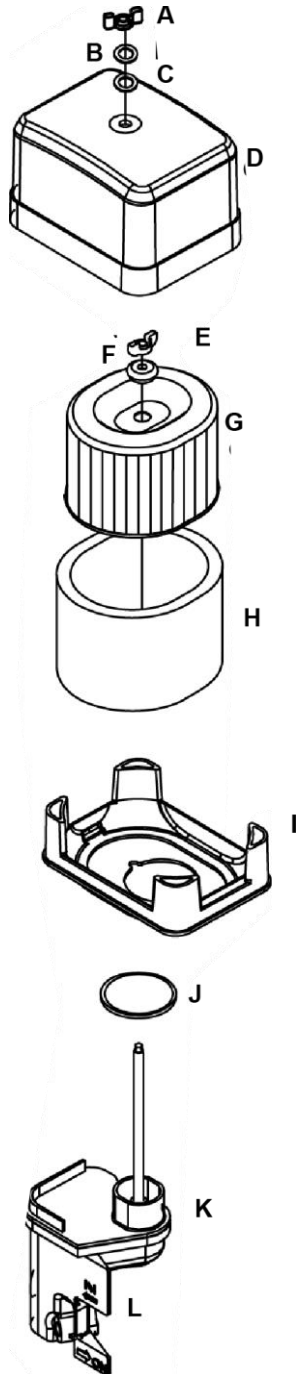

Fig 8
1. Afmonter fingermøtrikken (Fig 8.A), og fjern dæksel (Fig 8.D).
2. Afmonter møtrikken (Fig 8.E) og fjern pakning (Fig 8.E)
3. Rengør luftfilteret (Fig 8.G), inden det fjernes.
4. Tag forsigtigt luftfilteret (Fig 8.G) ud af skumelement (Fig 8.H),
6. undersøg og afvask skumelementet (Fig 8.H) på luftfilteret med benzin eller petroleum.
7. Vrid skumelementet (Fig 8.H), og lad det tørre. Derefter gennemvædes det i ny olie, og overskydende olie vrides ud.
8. Rens filter beholderen (Fig 8.I)
9. Skumelementet (Fig 8.H), luftfilteret (Fig 8.G) sættes igen og fastmonteres
Se fig.8., A-I
1. Placer filteret (Fig 8 G og H) i holderen (Fig 8.I). Isæt pakning (Fig 8.F) i filteret.
2. Fastgør med fingermøtrikken (Fig 8.E.). Det er vigtigt at det bliver skruet godt fast.
3. Dækselet (Fig 8.D) monteres. Pakning og spændeskive (Fig 8. B og C) sættes på, hvorefter der fæstnes med en fingermøtrik (Fig 8.A).